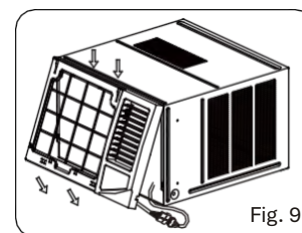

Fig. 9
1. Agganciare il bordo superiore del telaio. Quindi collegare le spine dell'accoppiatore e assicurarsi che non interferiscano con il cavo del sensore di temperatura (cfr. Fig. 9).